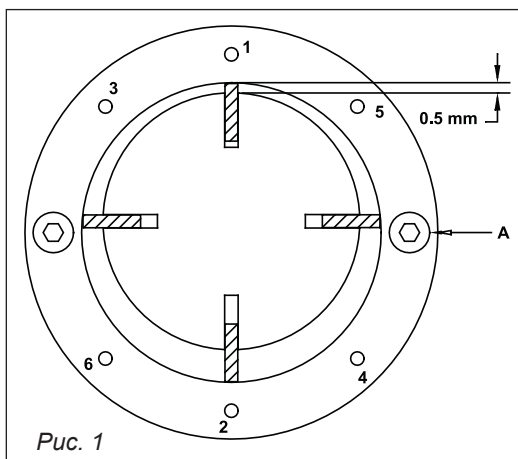

Рис. 1
Раз в сезон проверяйте ротор (25) и лопасти компрессора (26). Во время технического обслуживания не бросайте детали компрессора, храните их в сухом месте, так как влага и грязь могут повредить компрессор. Заменяйте изношенные ротор и лопасти (если хотя бы одна лопасть из четырех изнасилась, необходимо заменить все четыре лопасти). Соберите компрессор, учитывая, что желобки лопастей должны быть направлены к центру ротора, и зазор между ротором и кольцом (8) должен быть 0,5 мм, как показано на *рис. 1*.